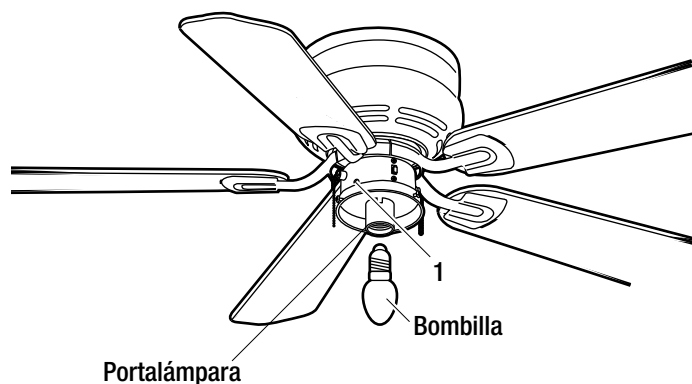

Figura 15
- Instale un foco (máx. 60W, base de tornillo mediano) al portalámpara (Figura 15).